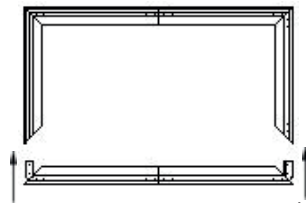

Abb. 6
6. Schieben Sie das untere horizontale Rahmenteil (A) auf die vertikalen Rahmenteile (B) (Abb. 6).